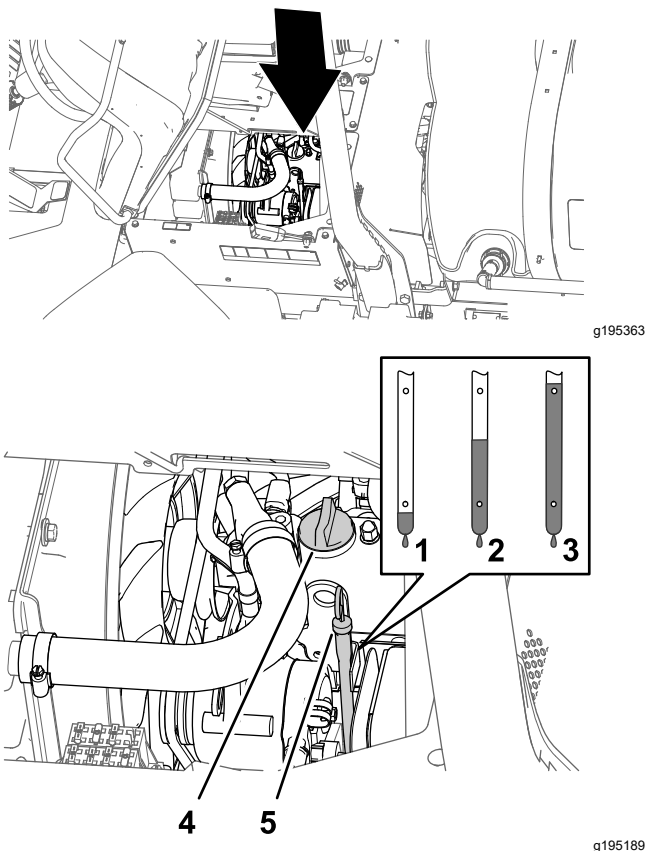

Figura 110
2. Retire la varilla, ubicada debajo del asiento del pasajero, y límpiela con un paño limpio (Figura 110).
3. Si el nivel de aceite es bajo, retire el tapón de llenado de la tapa de válvulas (Figura 110) y vierta aceite por el cuello de llenado hasta que el aceite llegue a la marca Lleno de la varilla.
4. Coloque el tapón de llenado de aceite (Figura 110).
5. Coloque la varilla firmemente (Figura 110).